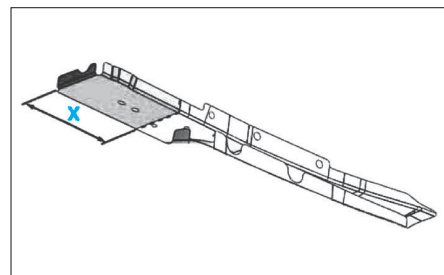

FIG. 5b
- Couper la tôle de fermeture comme illustré (Fig.5b).